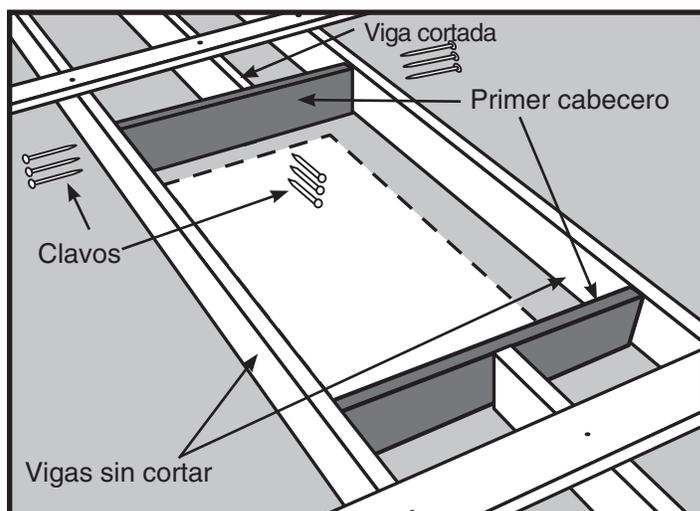

Figura 15
- PASO 3.** Coloque uno de estos cabeceros contra el extremo de la(s) viga(s) cortada(s) (vea la Figura 15). Debe ajustar perfectamente entre las vigas sin cortar. Martíllelo hasta su posición si fuera necesario; si a su longitud le sobra más de 1.6 mm (1/16"), recórtelo. Si a su longitud le falta más de 1.6 mm (1/16"), corte otro trozo.
- PASO 4.** Ponga el cabecero a escuadra respecto a la viga no cortada, y únalo al extremo de la(s) viga(s) cortada(s) con tres (3) clavos 16d (vea la Figura 15).
- PASO 5.** Revise el cabecero para verificar su escuadra, y luego inserte tres (3) clavos 16d en cada extremo del cabecero, a través de cada viga (vea la Figura 15).